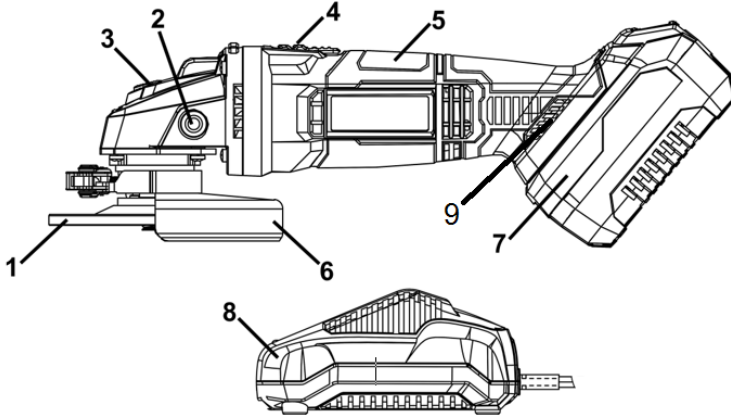

Рисунок 1
2.2.1 Конструкція виробу складається з кінчного одноступеневого редуктора в металевому корпусі, на шпindelю якого встановлюється абразивний диск, пластикового корпусу (5) з безколекторним двигуном постійного струму, перемикачем (4) згідно з рис.1. На металевому корпусі редуктора виконані нарізні монтажні отвори для встановлення передньої рукоятки (2) та захисний кожух з системою швидкої фіксації (6) та можливістю фіксованого позиціонування по колу. Для фіксації шпинделя під час зміни дисків в корпусі редуктора передбачений кнопковий фіксатор (3). Корпус виконує функцію основної рукоятки і має контактне гніздо до якого приєднується швидкозмінна акумуляторна батарея (7) з фіксацією. Безколекторний двигун постійного струму керується електронною платою та сенсором кутового положення ротора. Живлення виробу здійснюється від акумуляторної батареї серії "TEKHMANN i20". Зарядний пристрій (8) дозволяє заряджати акумуляторну батарею від побутової мережі змінного струму 220 В, 50 Гц.